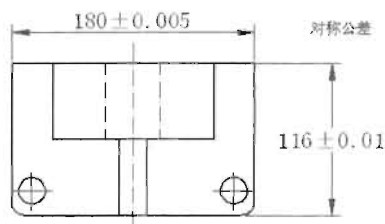

图 10-22
- 对称公差：上、下偏差值相同，只是在值的前面有加/减号，如图 10-22 所示。“上偏差”文本框是激活的，可以在此输入公差值。